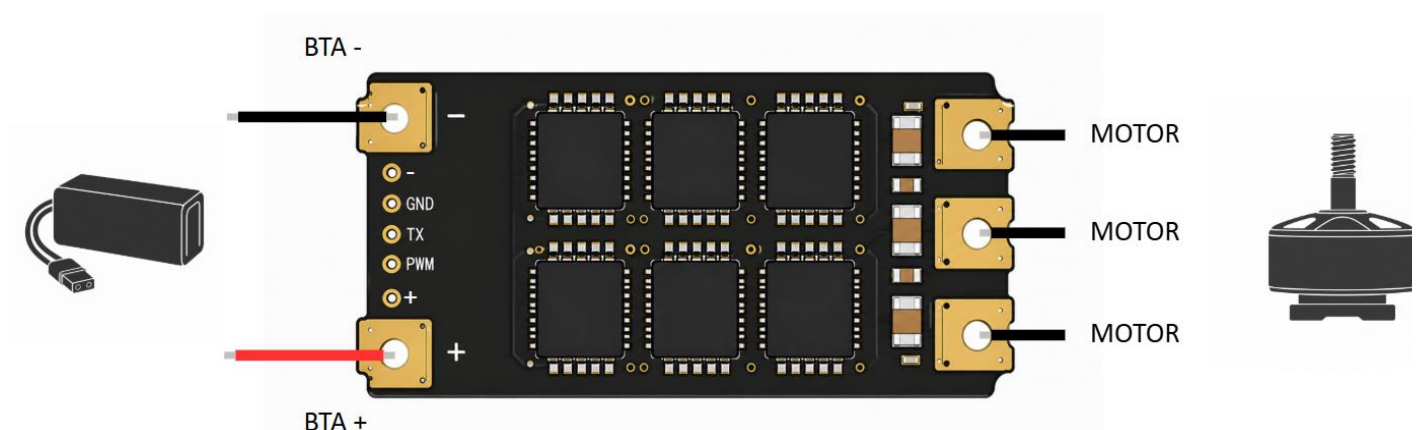

Abb.2. Verkabelungsschema
Der ESC verfügt über 3 Ausgangspads für einen einzelnen Motor, die sich entlang der rechten Kante der Platine befinden (siehe Abb. 2).
- **Motorkabel:** Verbinden Sie die drei Phasenkabel Ihres Motors mit den drei Ausgangspads (siehe Abb. 2). Die Reihenfolge der Kabel spielt für den ESC selbst keine Rolle — sie beeinflusst nur die Drehrichtung.